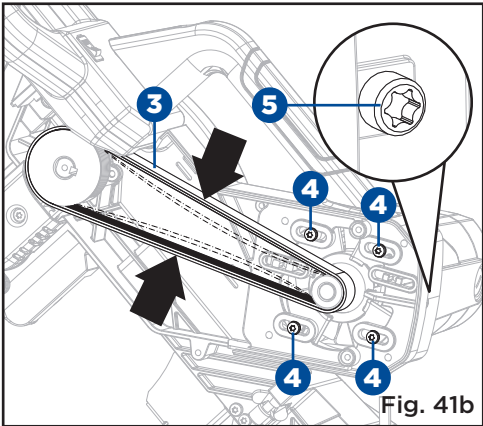

Fig. 41b
- Vérifiez la tension de la courroie en la pressant (3) comme indiqué à la figure 41b. Les moitiés de la courroie doivent presque toucher lorsque vous pressez fermement avec le pouce et l'index.
- Pour régler la tension, desserrez mais ne retirez pas les quatre vis de serrage (4) à l'aide de la clé mâle T25 (non fournie).
- Tournez ensuite la vis de serrage (5) à l'aide de la clé (fournie) en haut du carter du moteur jusqu'à l'obtention de la tension appropriée.
- Serrez fermement les quatre vis de serrage (4).
- Remettez en place le cache-courroie (2) et serrez les quatre vis du cache-courroie (1).